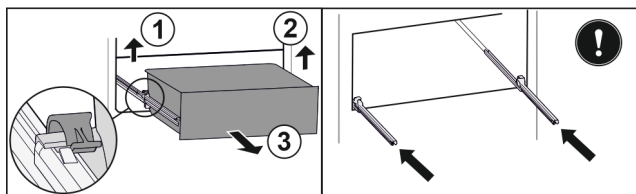

Fig. 138
- ▶ Emelje fel a bal oldali kapcsot, és ezzel egyszerre húzza előre felé a fiók bal oldalát. Fig. 138 (1)
- ▶ Emelje fel a jobb oldali kapcsot, és ezzel egyszerre húzza előre felé a fiók jobb oldalát. Fig. 138 (2)
- ▶ Vegye ki a fiókot előre felé. Fig. 138 (3)